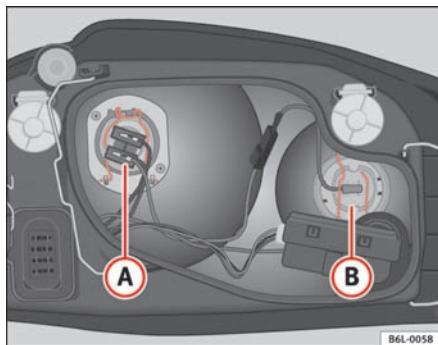

Fig. 148 Fjernlyspære
- Træk stikket af pæren (B) ⇒ fig. 148.